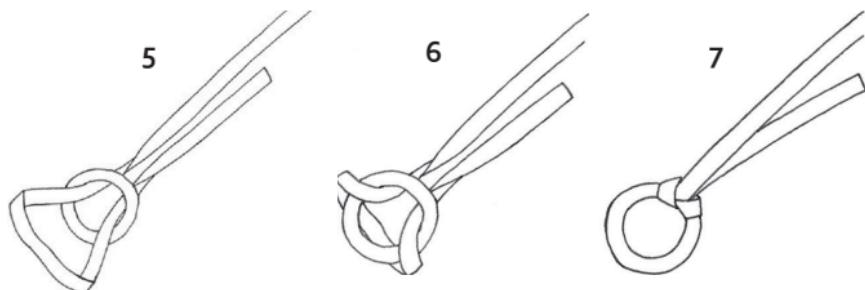

Abb. 12
- Befestigen Sie den zweiten Express-Ring mit Ankerstich im aus dem Flaschenzug laufenden Restband wie in Abb. 12, 5–7 dargestellt.